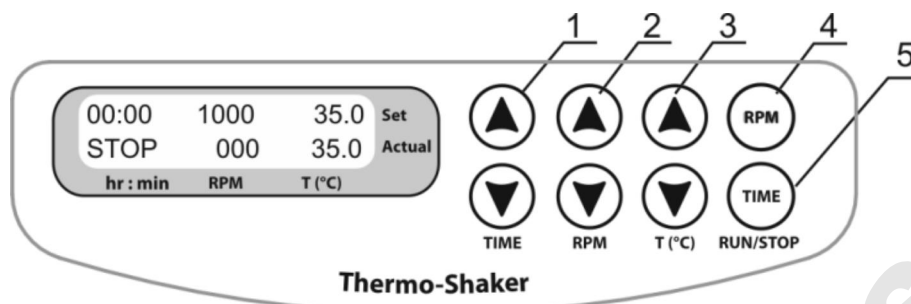
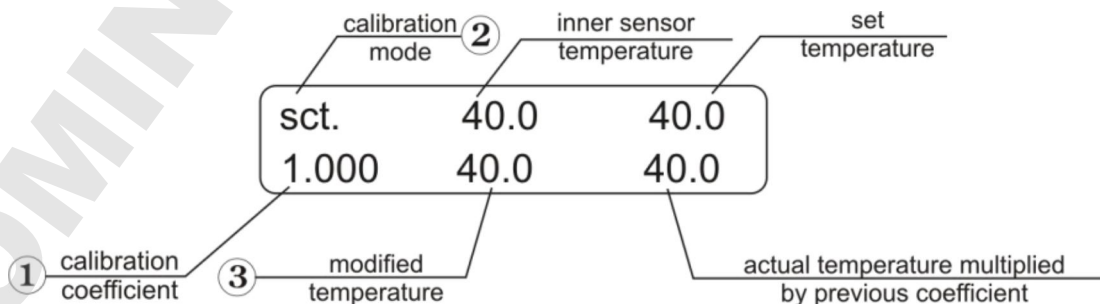

Fig.3 Panneau de configuration
Fig. 5 Panneau de configuration en mode de calibrage
- 4.3. **Réglage de la durée (TIME).** Utilisez les touches **TIME ▲** et **▼** (Fig. 3/1) pour programmer l'intervalle de durée de travail souhaitée en heures et en minutes (intervalle d'incrémentations de 1 min). Appuyez sur la touche pendant plus de 3 secondes pour augmenter l'incrémentations.
- 4.4. **Réglage de la vitesse (RPM).** À l'aide des touches **RPM ▲** et **▼** (Fig. 3/2), programmez la vitesse requise (intervalle d'incrémentations 10 tpm.). Appuyez sur la touche pendant plus de 3 secondes pour augmenter l'incrémentations.
- 4.5. **Réglage de la température (T °C).** Utilisez les touches T °C ▲ et ▼ (Fig. 3/3) pour régler la température nécessaire (intervalle d'incrémentación de 0,1°C). Appuyez sur la touche pendant plus de 3 secondes pour augmenter l'incrémentación.
- 4.7. Appuyez sur la touche **RPM-RUN/STOP** (Fig. 3/4). Le bloc thermostaté se mettra à tourner et l'indicateur du minuteur commencera à décompter l'intervalle de temps (précis à 1 minute près).
- 4.10. Il est possible de redémarrer le minuteur en cours de fonctionnement, si nécessaire. Appuyez une fois sur la touche **TIME-RUN/STOP** (Fig. 3/5) pour arrêter le minuteur. Appuyez de nouveau sur la touche **TIME-RUN/STOP** pour redémarrez le minuteur.
- 5.2. Pour entrer le coefficient de calibrage, maintenez la touche **TIME-RUN/STOP** (Fig. 3/5) appuyée pendant plus de 8 s pour activer le mode de calibrage. Le coefficient de calibrage s'affichera sur l'écran (Fig. 5/1).
- 5.3. Entrez la valeur 1,000 en utilisant les touches **RPM ▲** et **▼** (Fig. 3/3) pour rétablir les paramètres d'usine comme le montre la figure 5/1.
- 5.9. Maintenez enfoncée la touche **TIME-RUN/STOP** (Fig. 3/5) pendant plus de 8 secondes pour activer le mode de calibrage. Les paramètres suivants s'afficheront sur l'écran (Fig.5):
En utilisant les touches **Temp ▲** et **▼** (Fig.3/3), modifiez le coefficient de calibrage (Fig.6A/1) pour que la nouvelle valeur de température (Fig.6A/2) corresponde à la température du capteur autonome. Prenons l'exemple d'un coefficient de calibrage de 0,974 (dans la plage: entre 0,936 et 1,063; intervalle d'incrémentations de 0,001).
5.11. Une fois le calibrage terminé, appuyez une fois sur la touche **RPM-RUN/STOP** (Fig. 3/4) pour sauvegarder les changements et sortir du mode de calibrage.